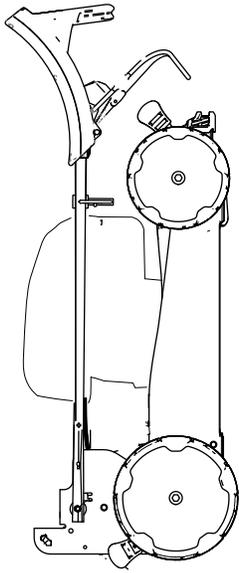

Figura 21
6. Eleve a frente da máquina pela pega e mova-a para o local de armazenamento (Figura 21).